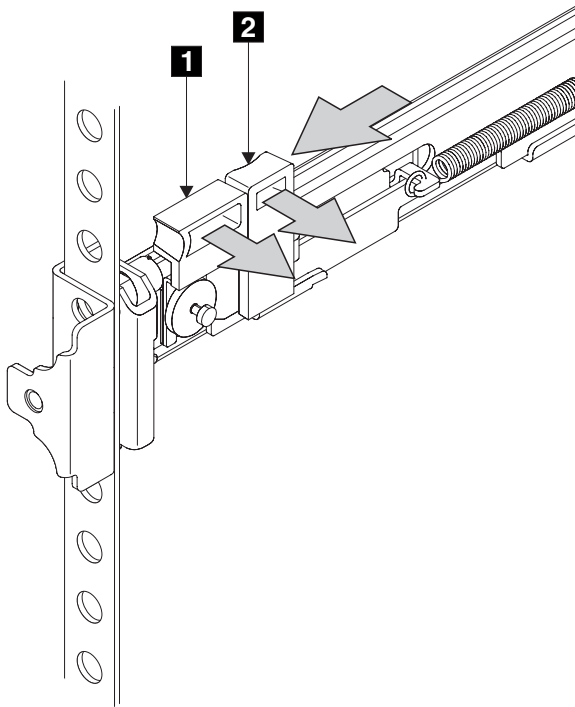

図 42. ラッチ・ロック・キャリア・アセンブリーを閉じる
8. ラッチ・ロック **2** (88 ページの図 42) をレールから離れる方向に押して、キャリアを解放します。ラッチ・ロック・キャリアがラックの前方向にスライドし、位置決めピンが、前部フランジの穴と前部レール・ブラケットの穴を通して突き出ます。